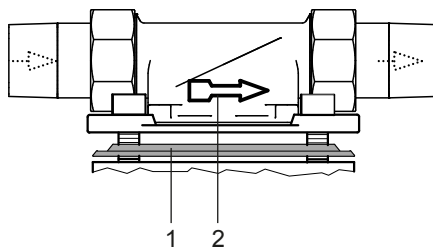

Abb. 2: Einbaudrehflansch
Zur korrekten Abdichtung muss das Profil der Profilverdichtung zum Einbaudrehflansch zeigen (siehe Abbildung 2).
**Zur korrekten Abdichtung muss das Profil der Profilflanschdichtung zum Einbaudrehflansch zeigen (siehe Abbildung 2).**